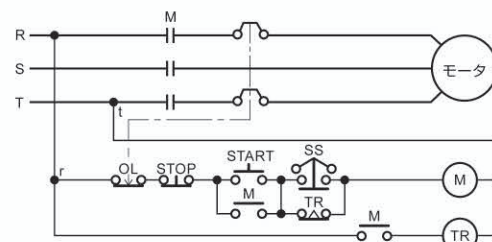

図2 スリップ検出・過負荷検出の回路例
■ ベルトコンベヤのスリップ検出 (図2参照)
■ 機械の過負荷・故障検出 (図2参照)